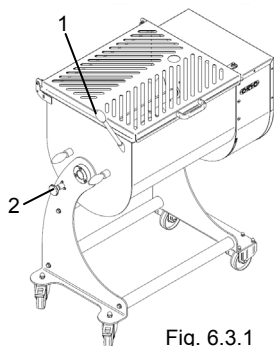
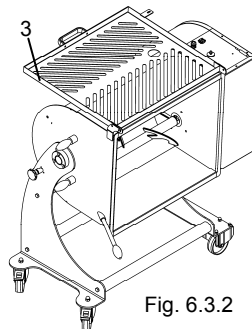

Fig. 6.3.1
Fig. 6.3.2
- Tenir la cuve en position horizontale en agrippant la poignée de la tige de renversement "1" Fig. 6.3.1.
- Tirer le pommeau de verrouillage de la cuve "2" Fig. 6.3.1
- Après l'avoir débloquée, on peut renverser la cuve (Fig. 6.3.2) en tirant sur la tige de renversement "1" Fig. 6.3.1.
- Ouvrir la grille "3" Fig. 6.3.2 et procéder à la vidange de la cuve en extrayant le produit mélangé.